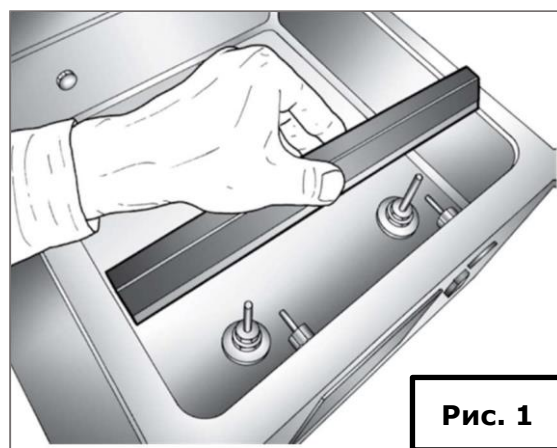

Рис. 1
- Извлеките запаечную планку из вакуумной камеры, подняв ее горизонтально с двух сторон (**рис. 1**).
- 1) Извлеките запаечную планку из вакуумной камеры, подняв ее горизонтально с двух сторон (**рис. 1**).
6) Открутите крышку маслоналивной горловины в верхней части насоса с помощью шестигранного ключа (**рис. 1**).
- 2) Снимите силиконовый профиль с верхней планки **(рис.1)**.